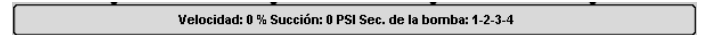

Figura 5.1.6: Barra de Succión
5) Barra de Succión: La barra de Succión de estación se ubica por debajo de la Bomba, como aparece en la Figura 5.1.6. Esta barra muestra la presión de Succión y el % de Velocidad del sistema También muestra la secuencia de funcionamiento de la bomba cuando el sistema está en modo automático.